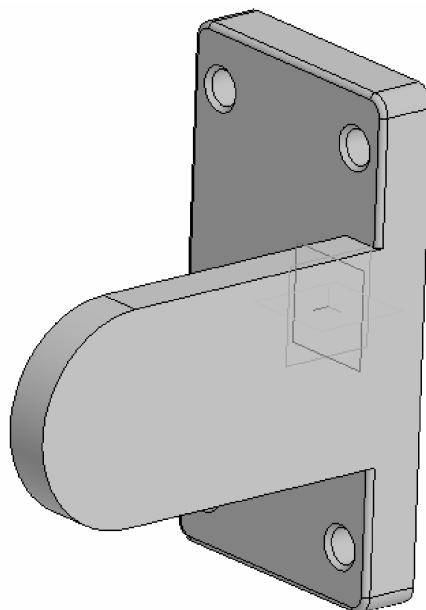

Рис. 2.8. Результат выполнения операции «Элемент выдавливания»
4. С помощью команды «Элемент выдавливания» выдавите эскиз в обратном направлении (щелкнуть по кнопке на панели параметров ) на расстояние **24 мм**. Результат представлен на рис. 2.8.